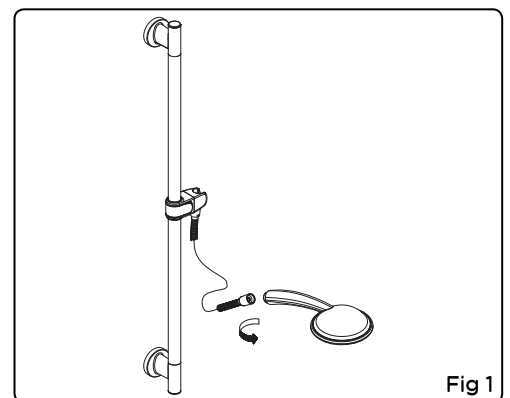

Fig 1
1. Remove handshower from hose by unscrewing hose conical counter-clockwise (Fig 1).
1. Tourner la douche à main dans le sens contraire des aiguilles d'une montre pour la détacher du flexible (fig. 1).
1. Quite la ducha de mano de la manguera desenroscando la sección cónica de la manguera en sentido antihorario (fig. 1).